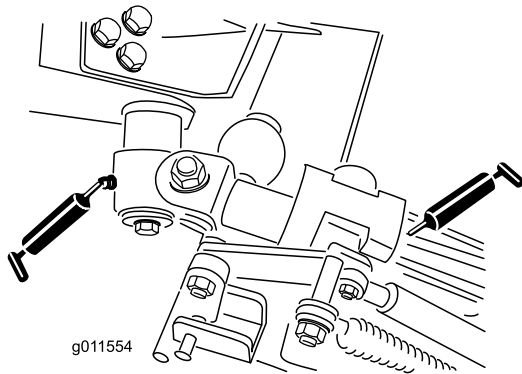

Figura 74
- Dois casquilhos da articulação da alavanca (Figura 74)
- Quatro casquilhos do braço traseiro (Figura 74)